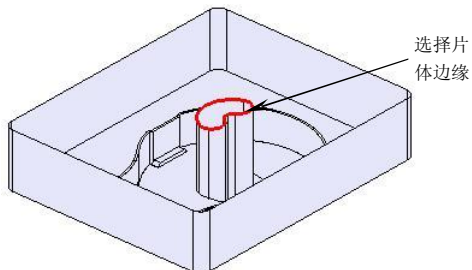
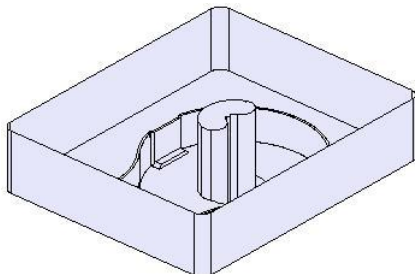

图7-24
图7-25
9. 使用【有界平面】功能, 选择如图 7-24 所示的片体边缘创建有界平面, 结果如图 7-25 所示。